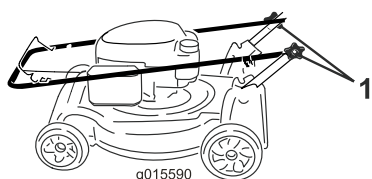

Figure 35
1. Desserrez les boutons du guidon jusqu'à ce que le guidon bouge librement (Figure 35).
1. Bouton du guidon (2)
2. Pliez le guidon en avant de la manière indiquée (Figure 35).